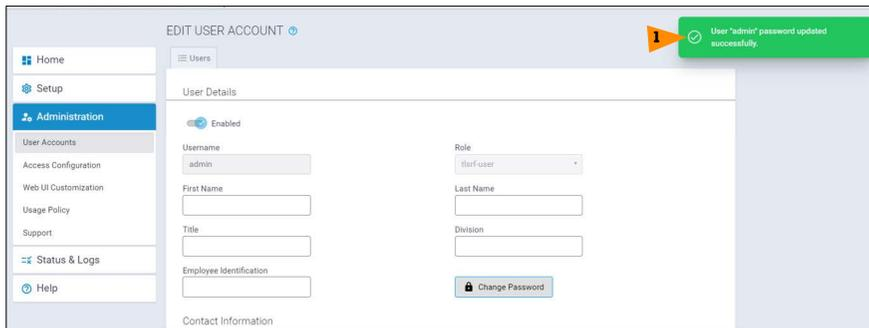

Figura 11. Notificación de que la contraseña se ha modificado correctamente
7. Fijese en la notificación de que la contraseña se ha modificado correctamente (el elemento 1 de la Figura 11). Puede seleccionar esta notificación para ocultarla.